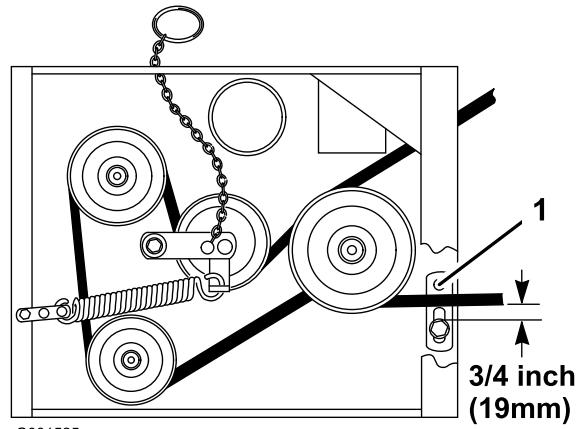

Figure 41
Remarque: Le guide de courroie et la courroie du plateau de coupe doivent être espacés de 19 mm (3/4") quand la courroie est engagée (Figure 41). Réglez la courroie du plateau de coupe au besoin. La courroie désengagée ne doit pas traîner ni tomber de la poulie quand les guides et la tension de la courroie sont réglés correctement.
8. Vérifiez que le guide de courroie sous le bâti du moteur est réglé correctement (Figure 41).